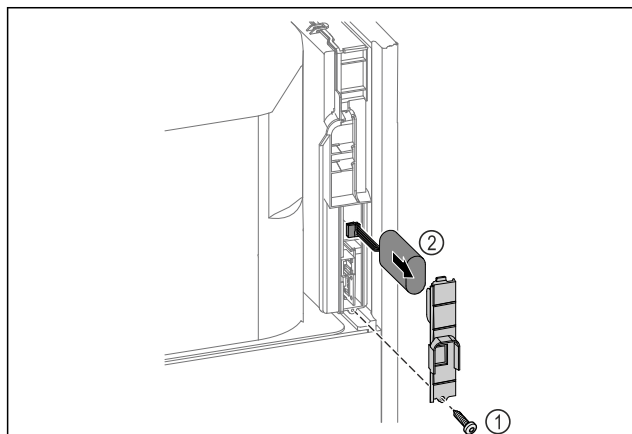

Fig. 219
- Развийте винта и свалете капака на гърба на уреда Fig. 219 (1).
- Изключете и извадете батерията Fig. 219 (2).